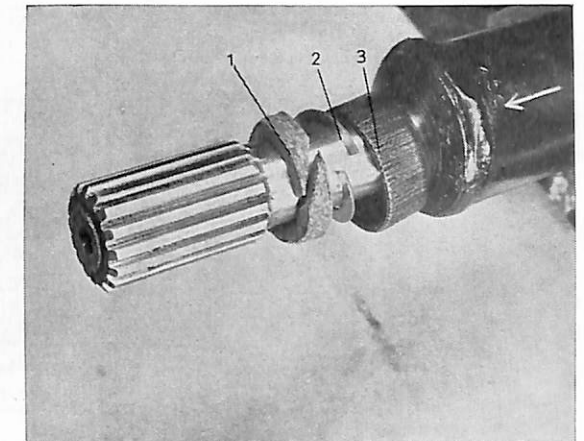

Bild 14. Axelända.
Om så behövs byt packning (1, bild 14) i hållaren (3). Packningen är kluven och lätt utbytbar.